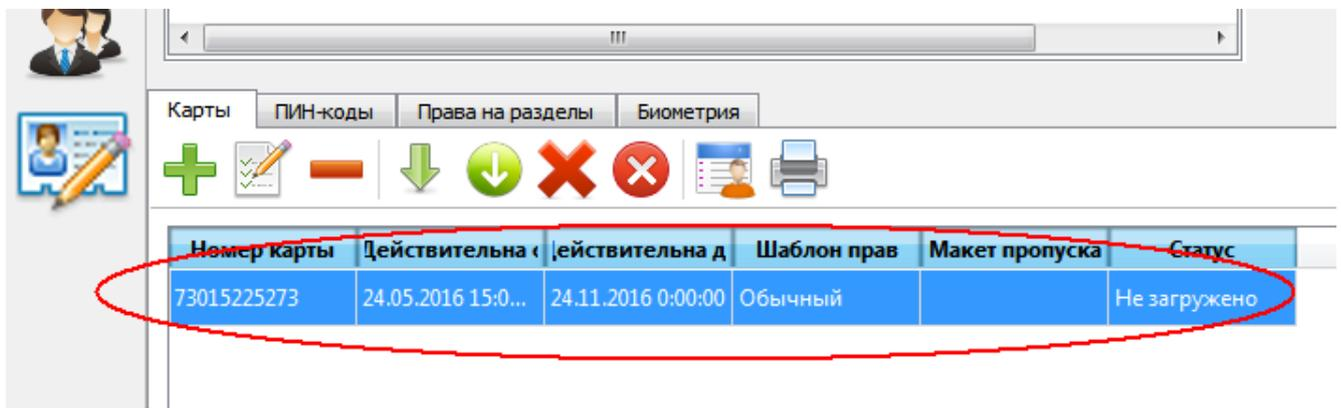

Рис. 95
- После выбора шаблона доступа, нажмите кнопку «Сохранить» в окне «Добавление новой карты доступа». Окно будет закрыто, а на вкладке «Карты», расположенной в нижней части страницы «Список пользователей», появится добавленная карта доступа (Рис. 95).
вкладки «Карты» (Рис. 95) и нажмите кнопку , расположенную над вкладкой «Карты».
Выберите пропуск в таблице вкладки «Карты» (Рис. 95) и нажмите кнопку , расположенную над вкладкой «Карты».